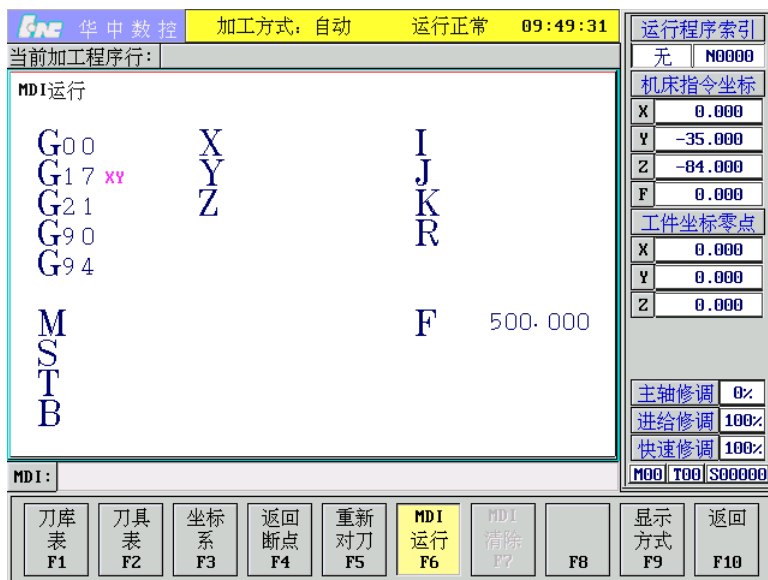

图 3.5.2 MDI 运行
在 MDI 功能子菜单下按 **F6**，进入 MDI 运行方式，命令行的底色变成了白色，并且有光标在闪烁，如图 3.5.2 所示。这时可以从 NC 键盘输入并执行一个 G 代码指令段，即“MDI 运行”。
- (1) 直接输入“G00 X100 Y1000”并按 **Enter** 键，图 3.5.2 显示窗口内关键字 G、X、Y 的值将分别变为 00、100、1000；
- (2) 先输入“G00”并按 **Enter** 键，图 3.5.2 显示窗口内将显示大字符“G00”，再输入“X100”并按 **Enter** 键，然后输入“Y1000”并按 **Enter** 键，显示窗口内将依次显示大字符“X100”、“Y1000”。